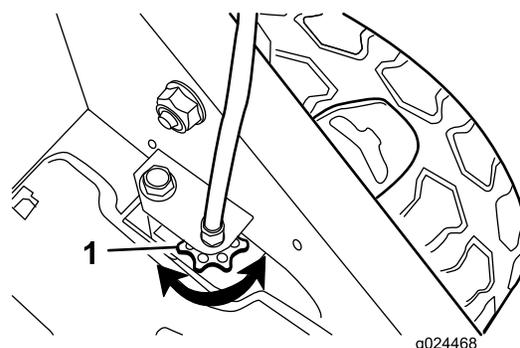

Figura 28
- Se as rodas não rodarem quando engata a barra de transmissão autopropulsora, a correia de tração está solta. Rode o manípulo de controlo da transmissão das rodas (Figura 28) uma volta para a direita e repita os passos 4 a 6.